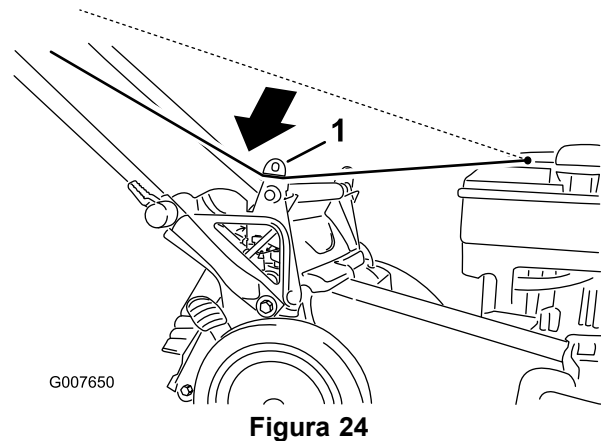

Figura 24
1. Pase la cuerda de arranque alrededor de la guía de cuerda inferior (Figura 24).